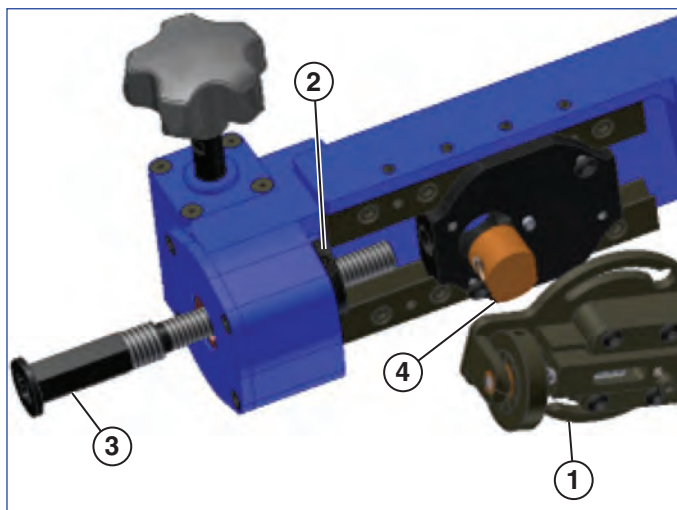

Figure 6
4. Deux vis d'avance sont fournies avec le QuickFace. Si la finition de surface souhaitée est de 125 - 250 micro pouces (3,18 - 6,35 μm), utiliser une vis d'avance de 1/2 - 11. Si la finition de surface souhaitée est de 60 - 100 micro pouces (1,52 - 2,54 μm), utiliser une vis d'avance de 1/2 - 20. **Voir la vis de la figure 6.**